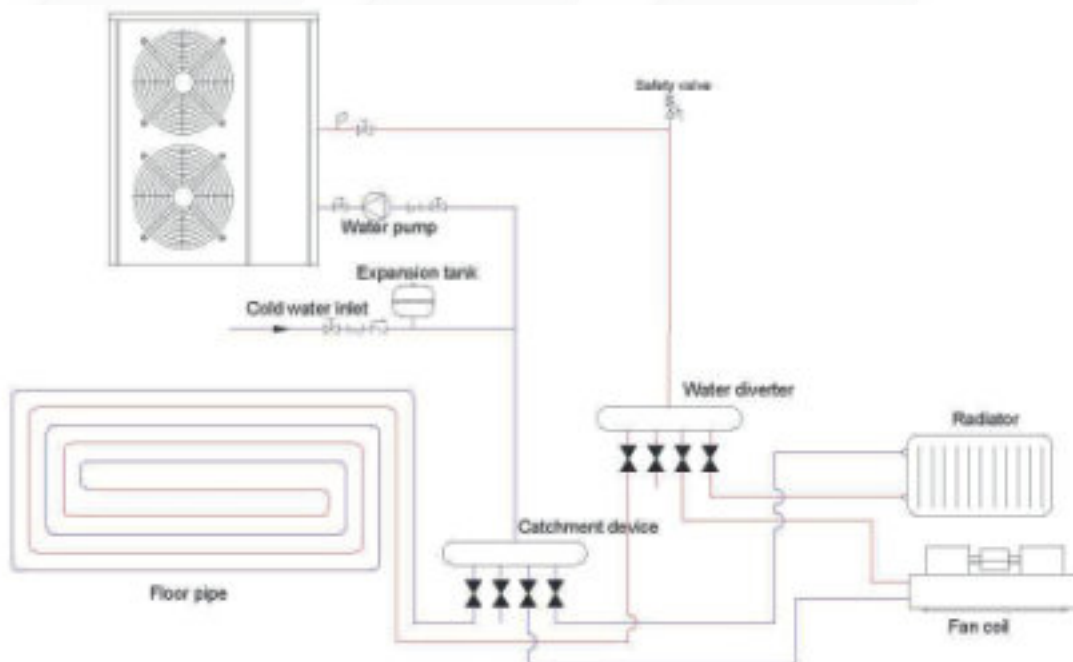

Abbildung 10
- 1) Systeminstallationsdiagramm — siehe Abb. 10.